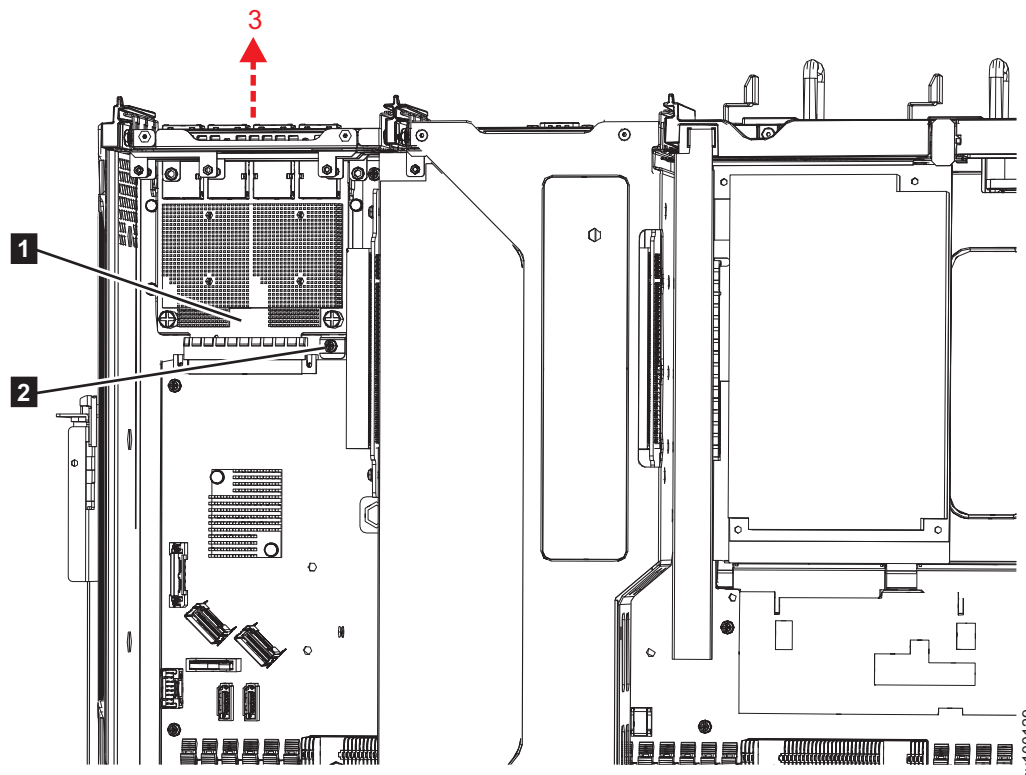

Figura 212. Removendo a placa de borda Ethernet do 2145-SV1
8. Localize a placa de borda Ethernet (**1**), conforme mostrado em Figura 212.
9. Remova o parafuso que conecta a placa de borda Ethernet ao chassi (**2** em Figura 212).
10. Empurre a placa de borda Ethernet para fora do buraco da porta na parte traseira do nó na direção (**3**) que é mostrada em Figura 212.
O Figura 212 na página 268 mostra o local em que a placa de borda Ethernet está conectada ao chassi (**2**).